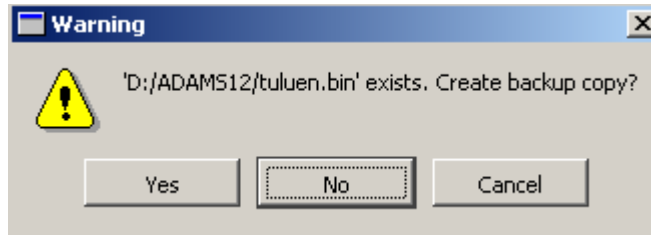

图 10-17 系统提示
10.7 保存模型，在 **ADAMS/View** 中，选择“**File**”菜单中的“**Save Database**”命令，系统提示是否创建备份文件，如图 10-17 所示，选择“**NO**”，保存尖顶直动从动件盘形凸轮机构模型。